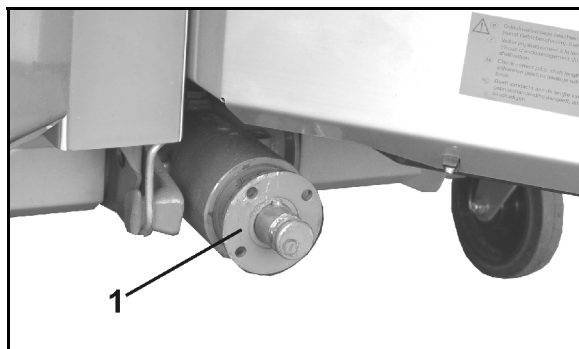

Bild 37
1. Dra av flänsbussningen (Bild 37/1) från växellådans ingående axel med hjälp av avdragaren.